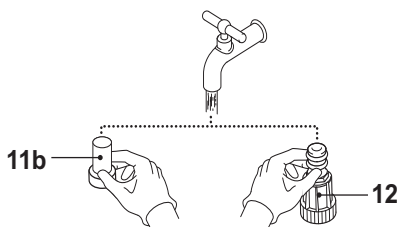

Fig. 22
- > Enxague as peças com água limpa (Fig. 22).